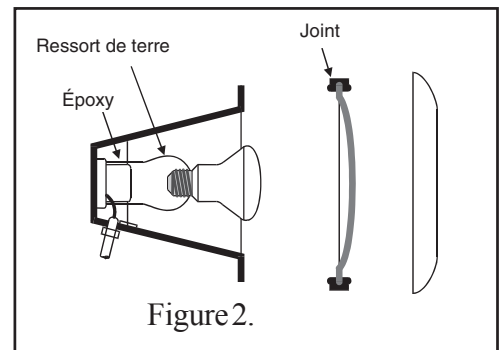

Figure 2.
4. Démontez l'appareil d'éclairage et retirez l'ampoule. Ôtez le vieux joint et s'en débarrasser, cf. Figure 2.